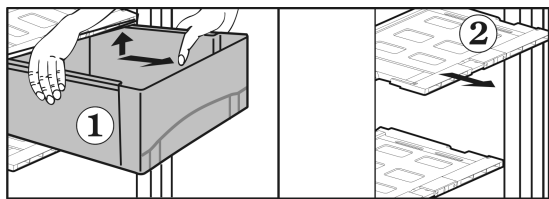

Fig. 16
- ▶ Trekk skuffene Fig. 16 (1) helt ut.
- ▶ Trekk ut skuffene, la skuffelokket Fig. 16 (2) med fuktighetsregulator klikke ut oppover og trekk lokket forover.